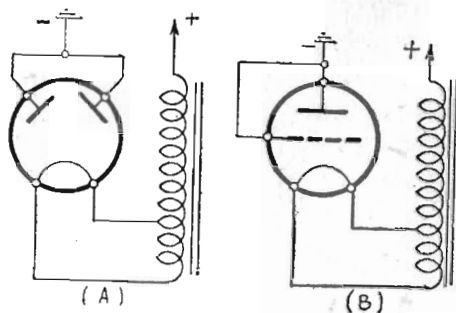

Fig. 8.19. - Altri due esempi di raddrizzatrici per lo schema di fig. 8.18.
plice diodo, ed è perciò la più semplice valvola che esista. Va bene qualsiasi marca o tipo. Può venir adoperata anche una raddrizzatrice a due placche, molto più facilmente trovabile, o prelevabile da qualche vecchio apparecchio fuori uso. In tal caso le due placche vanno collegate insieme, come in (A) nella fig. 8.19. Poichè l'apparecchio assorbe solo pochi milliampere di corrente, si può anche usare un triodo, specie se del tipo adatto per bassa frequenza o amplificazione finale, collegando alla placca la griglia, come in (B). Se